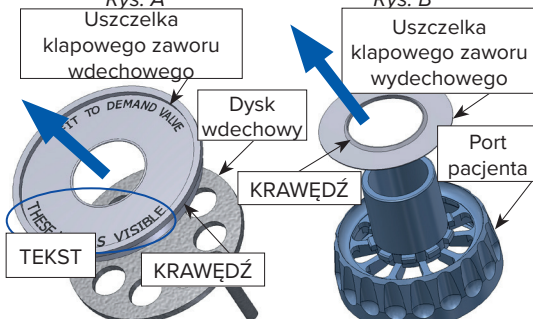

Rys. 2: Części zaworu na żądanie
3. Za pomocą małego śrubokręta podnieś i zdejmij zacisk. Patrz rys. 2 powyżej.